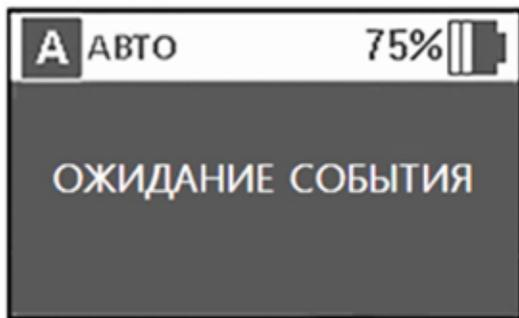

Рисунок 7 – Окно ожидания события
7) для выхода из окна ожидания запуска измерений (рисунок 7) нажмите